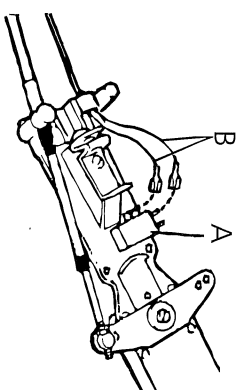

Fig. 19
**OBS!** Brytaren (A fig. 19) måste installeras så att kontaktsiften (B fig. 19) är vända från växelkabeln.